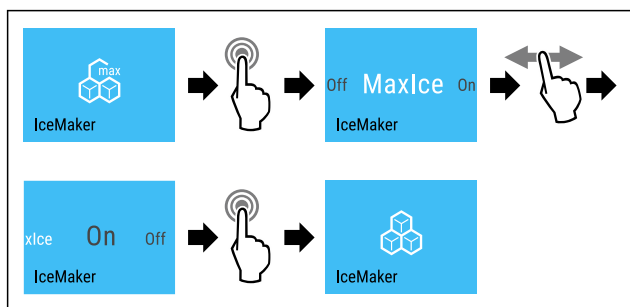

Fig. 22
- ▶ Suivre les étapes (voir Fig. 22).